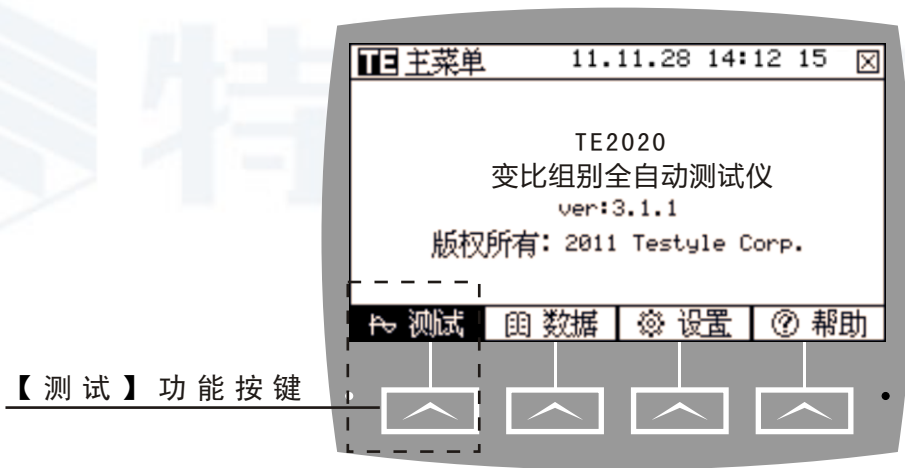

图1.3.3
如图1.3.3，按下【测试】功能按键后，测试功能生效。功能按键介绍请见第二部分详细介绍相关章节。
(2) 合上电源开关，显示主菜单后(见图1.3.3)，按【测试】功能按键，进入测试参数设置界面（见图1.5.2），按【选择】和【修改】按键完成设置，再次按【测试】开始测试。